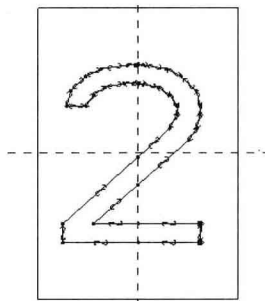
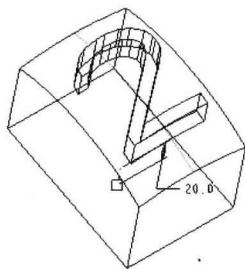
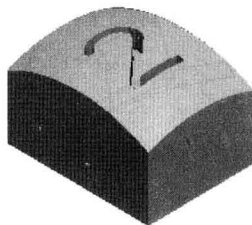

图 1.27
图 1.28
图 1.29
- (1) 选择曲面。
- (2) 选择“编辑”→“偏移”命令。
- (3) 选择“展开”偏移曲面类型。
- (4) 单击“选项”按钮, 选择“草绘区域”选项。
- (5) 单击“定义”按钮。
- (6) 选择基准平面 DTM1 为草绘平面, 单击鼠标中键进入草绘器。
- (7) 绘制如图 1.27 所示的截面。
- (8) 单击草绘工具栏中的  按钮退出草绘器。
- (9) 修改偏移值为 20, 预览模型如图 1.28 所示。
- (10) 单击草绘编辑框右侧的  按钮。
- (11) 单击鼠标中键, 模型如图 1.29 所示。